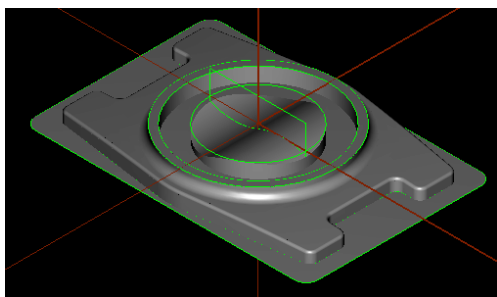

图 4-32 正面实体建模效果图
18) 删除底部平面，单击“绘图”“曲面”“曲面修整”“平面修整”“串联”，以 2D 方式生成 118mm×78mm 矩形平面，最终效果如图 4-32 所示。